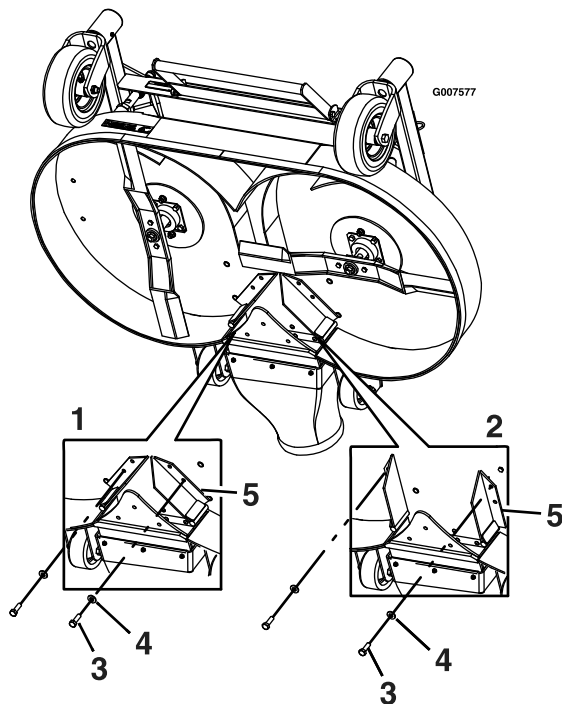

Bild 12
7. Nehmen Sie die Schraube und die Scheibe vorne an jedem FRS-Ablenkblech ab (Bild 12).